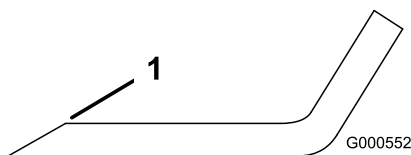

Bild 77
1. Schärfen Sie die Schnittkante an beiden Enden des Schnittmessers mit einer Feile (Bild 77).
Hinweis: Feilen Sie, wenn das Schnittmesser nicht ausgewuchtet ist, vom Flügelsbereich des Messers etwas Metall ab (Bild 77).